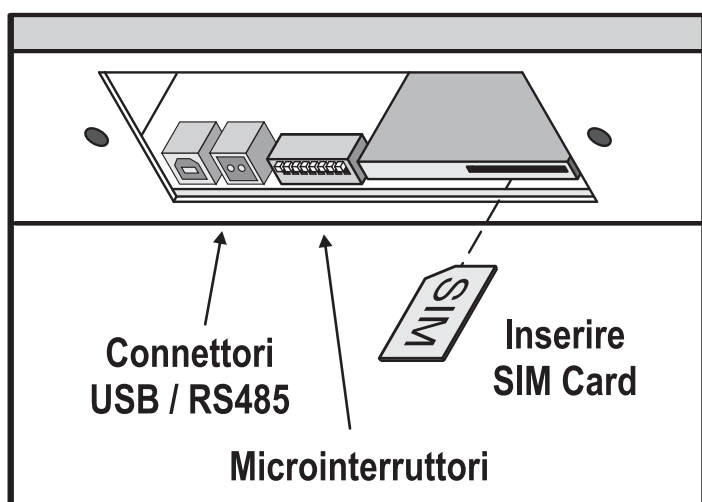

Fig. 1
- Inserire la Scheda SIM nell'apposita fessura dell'SMS-Show (fig. 1)